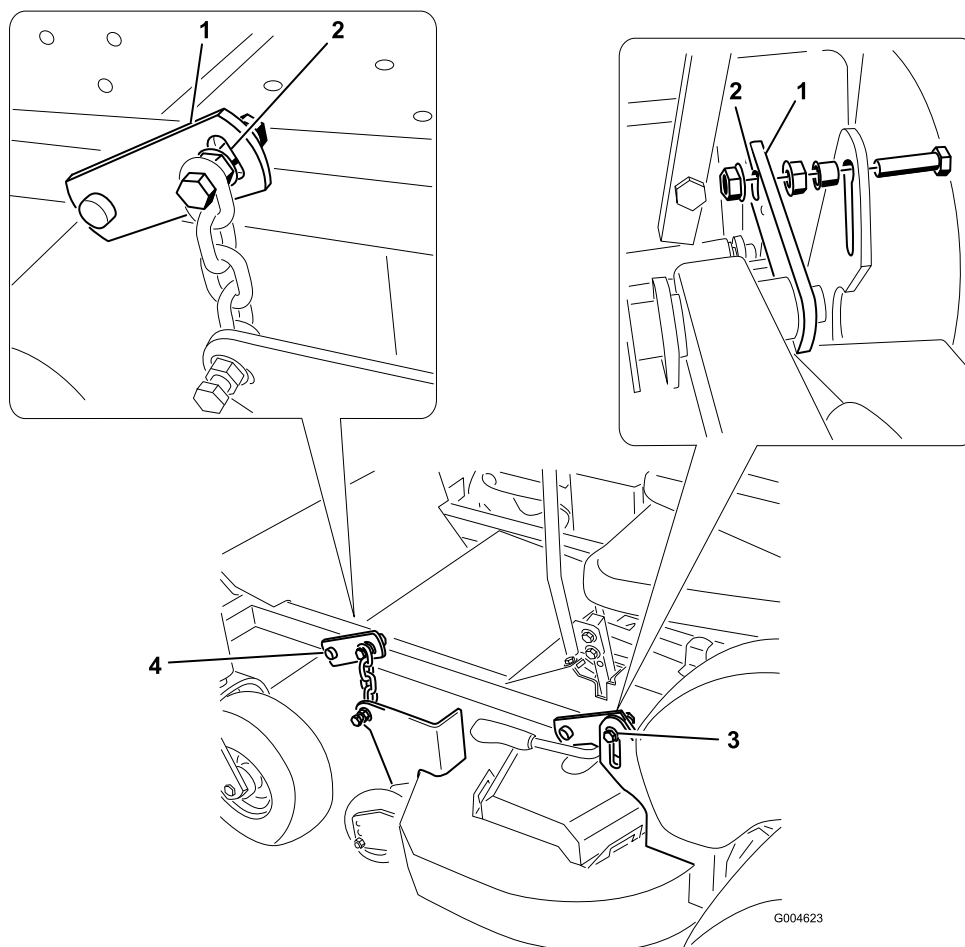

Figura 53
7. Afloje los pernos que conectan las dos cadenas y los dos soportes traseros al cortacésped (Figura 53).
8. Ajuste los dos pernos traseros hasta que estén en el centro de la ranura del soporte de pivote (Figura 53).
10. Ajuste el perno delantero en el lado de la descarga hasta que esté en el centro de la ranura del soporte de pivote (Figura 53).